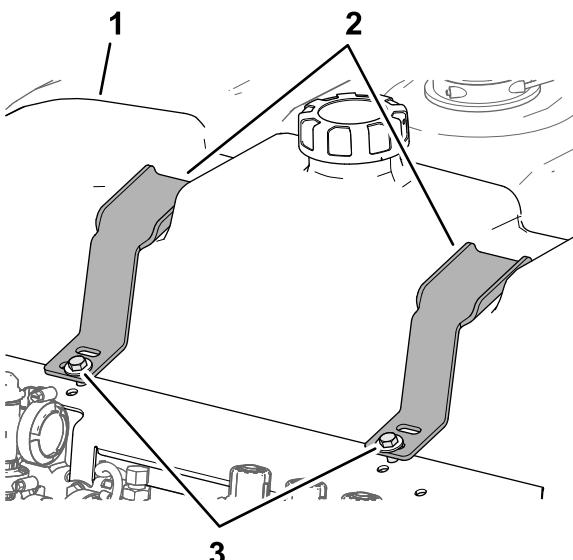

Figura 42
1. Llene el depósito de enjuague con agua limpia (Figura 42).
2. Compruebe si hay holgura entre las pletinas de sujeción y el depósito de enjuague (Figura 42).
3. Si observa holgura entre las pletinas de sujeción y el depósito de enjuague, apriete los pernos y las contratuerzas con arandela prensada hasta que las pletinas de sujeción estén tensadas contra el depósito de enjuague (Figura 42).